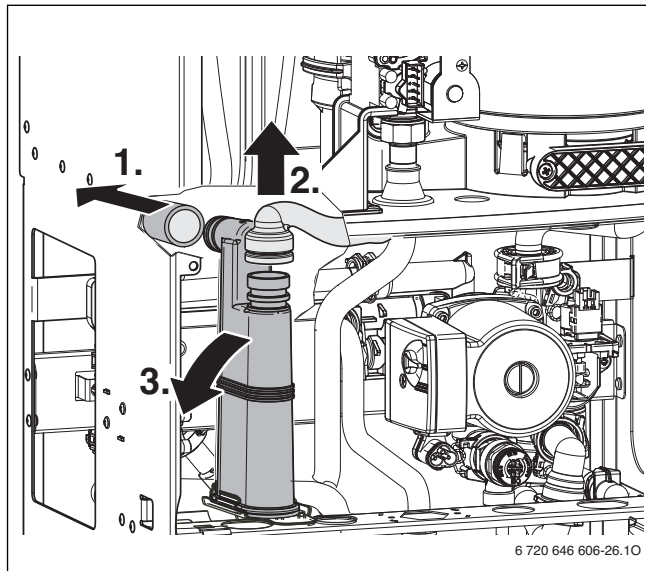

Рис. 50
- Демонтируйте конденсатный сифон (→рис. 50) и подставьте подходящую ёмкость.